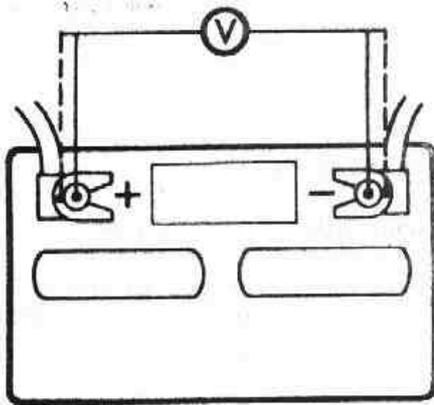

Fig. N-20
- Entre bornes de la batería (Fig. N-20).
- Entre los terminales de conexión a bornes de la batería (Fig. N-20).